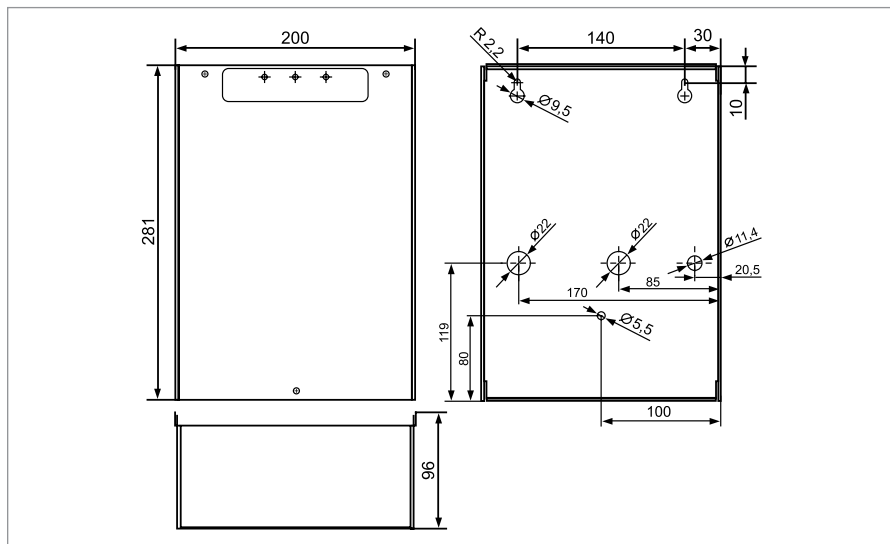

Рисунок 2. Внешний вид, габаритные и установочные размеры РИП-12 исп.03 (РИП-12-1/7М2), РИП-12 исп.04 (РИП 12-2/7М2), РИП-24 исп.04 (РИП 24-1/7М2)
1. Наметьте на стене места для трех установочных отверстий в соответствии с габаритным чертежом (см. Рисунок 1, Рисунок 2 и Рисунок 3).